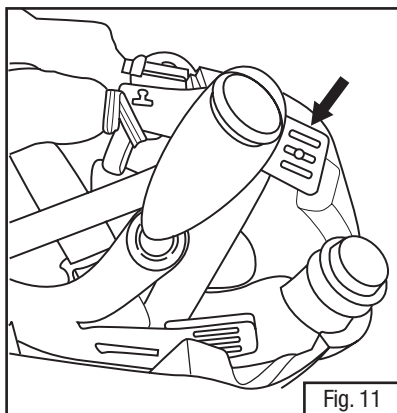

Fig. 11
- Dégager la coiffe de la pièce faciale en délogant la cheville de la fente de réglage de la hauteur au niveau des quatre points de fixation. La Fig. 11 comporte une flèche pointant vers l'une des fentes de réglage. Il y en a deux à l'arrière et deux à l'avant.
**REMARQUE :** Consulter la section « Mise en place et ajustement » des présentes *directives d'utilisation* pour savoir comment obtenir un ajustement confortable de la coiffe (Fig. 11).